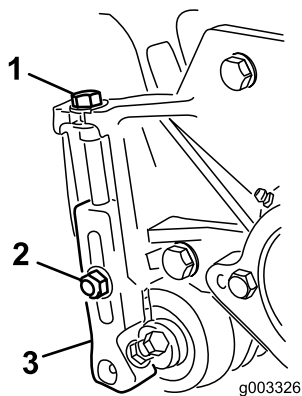

Figura 23
1. Allentate i dadi di bloccaggio che fissano i bracci dell'altezza di taglio sulle piastre laterali dell'apparato di taglio (Figura 23).